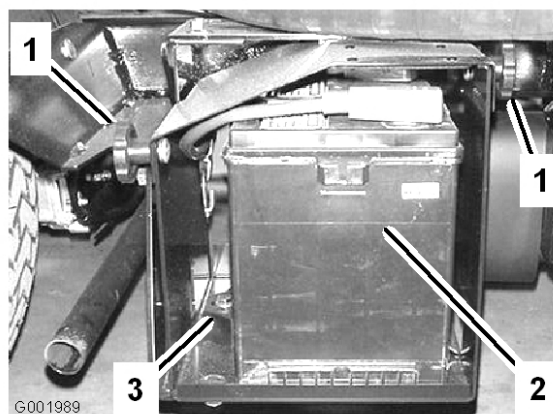

Figura 53
2. Afloje los pomos de los lados de la caja de la batería y retire la tapa de la batería (Figura 53).
5. Retire el dispositivo de sujeción de la batería y los herrajes (Figura 53).
2. Instale el dispositivo de sujeción de la batería, fijándolo con los herrajes que retiró anteriormente (Figura 53).
4. Instale la tapa de la batería y fíjela con los 2 pomos (Figura 53).
1. Afloje los pomos de los lados de la caja de la batería y retire la tapa de la batería (Figura 53).